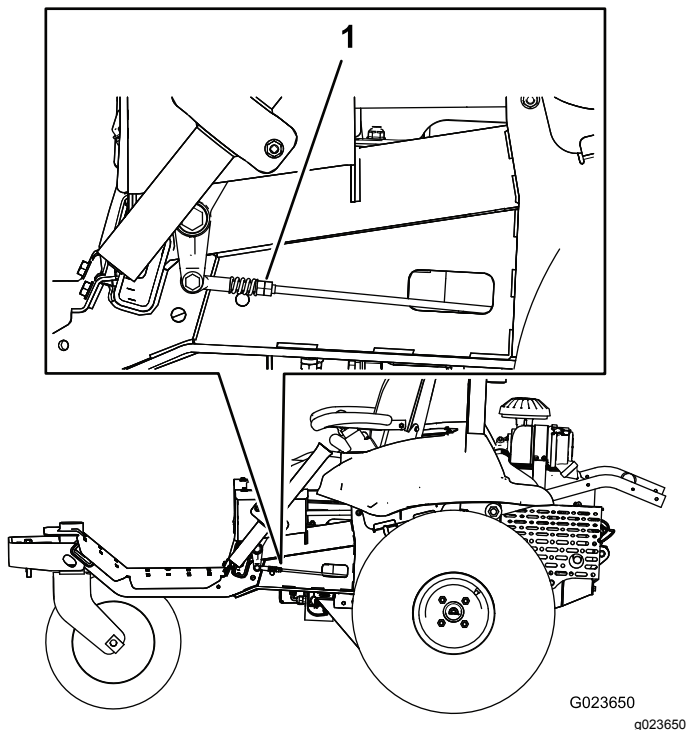

图61
7. 在机器的一侧缓慢转动连杆上的双螺母 图61直到这一侧的车轮开始旋转然后以相反的方向转动双螺母直到车轮朝另一个方向旋转。